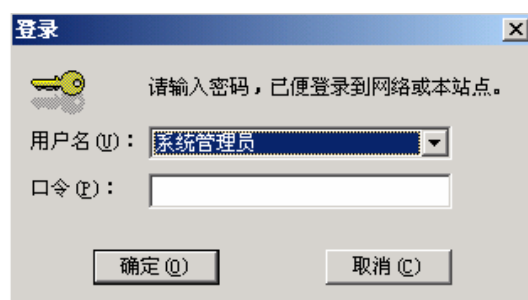

图 10-5 用户登录对话框
- 4、单击“文件”菜单中的“切换到 VIEW”命令，进入运行系统，运行“监控中心”画面。在运行环境界面中单击“特殊”菜单中的“登录开”命令，弹出“登录”对话框，如图 10-5 所示：